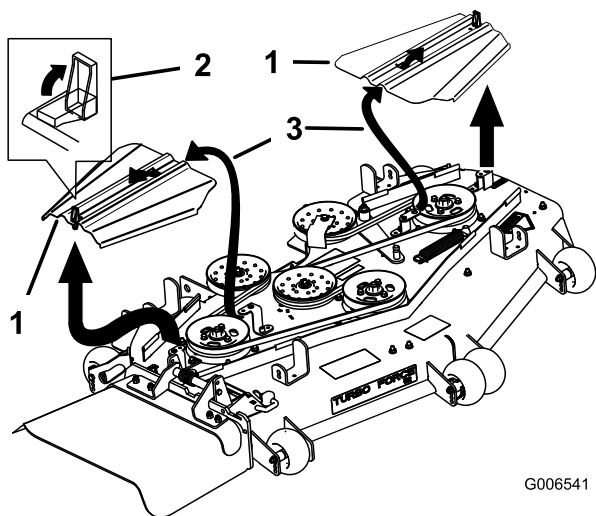

Figura 83
5. Retire las cubiertas de la correa (Figura 83).